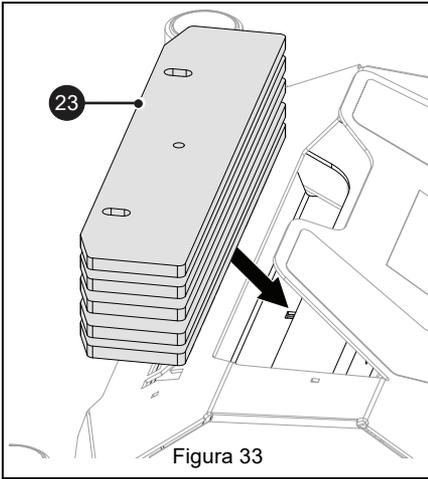

Figura 33
4. Introduzca cinco placas de contrapeso (pieza 23) en el travesaño del bastidor y alinee los agujeros de montaje con los del travesaño. Las placas se colocan con las esquinas angulares hacia adelante. Consulte Figura 33.